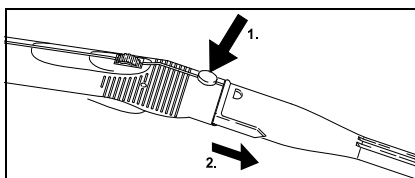

Bild 9
- Tryck på utlösningsknappen (C2 resp. G2) för att skilja tillbehördelarna åt och drag delarna från varandra (se bild 9).